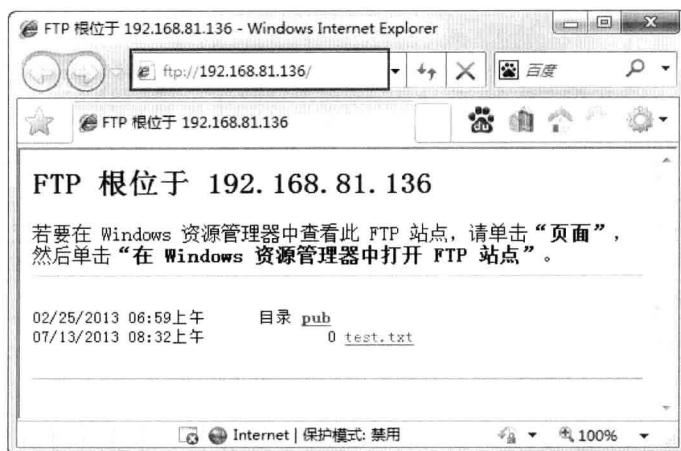

图2.29 实体机访问虚拟机的FTP服务
(4) 在实体机中使用IE等客户端工具，访问FTP服务器，就可以看到FTP所共享的文件，如图2.29所示。